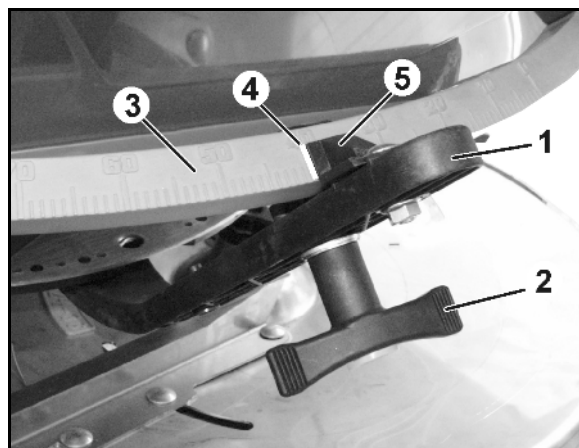

Bild 61
- 2.1 Skruva bort vingskruven (Bild 61/1) som fäster spridartallriken och dra bort spridartallriken från drivaxeln.
3. Haka in uppfångningsbehållaren (Bild 61/2) med hjälp av handtag (Bild 61/3) in ramens mottagaranordningar (Bild 61/4 och Bild 61/5).